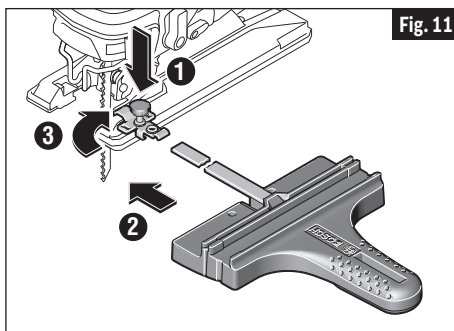

Fig. 11
3. Coloque el pomo o los pomos en el lado apropiado de la(s) abrazadera(s) y apriete firmemente el pomo o los pomos en la(s) abrazadera(s) (Fig. 11).
3. Apriete firmemente el pomo o los pomos de fijación en la(s) abrazadera(s) (Fig. 11).
8. Coloque el pomo o los pomos de fijación en el lado apropiado de la(s) abrazadera(s) y apriete firmemente el pomo o los pomos de fijación en la(s) abrazadera(s) (Fig. 11).